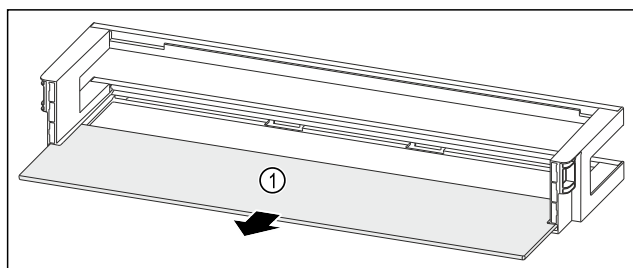

Fig. 162 Dveřní přihrádka s odkládací plochou
- ▶ Odkládací plochu Fig. 162 (1) odeberte.